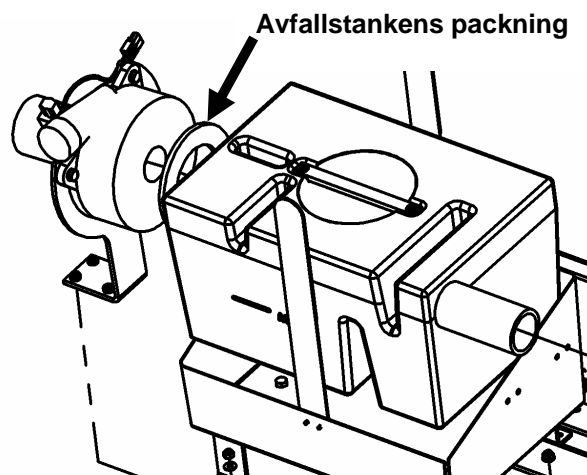

Bild 4-23
2. Ta av avfallstanken från maskinen för att komma åt avfallstankens packning (se bild 4-23).